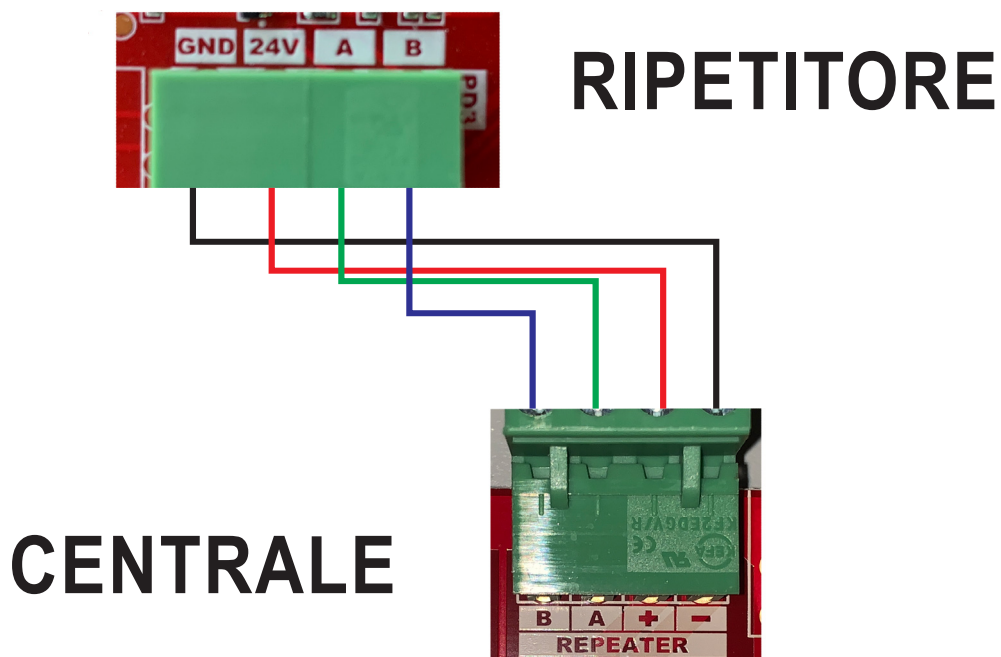

Fig. 5
- eseguire il collegamento come mostrato in FIG. 5, assicurandosi che il cablaggio del cavo del pannello ripetitore sia corretto;